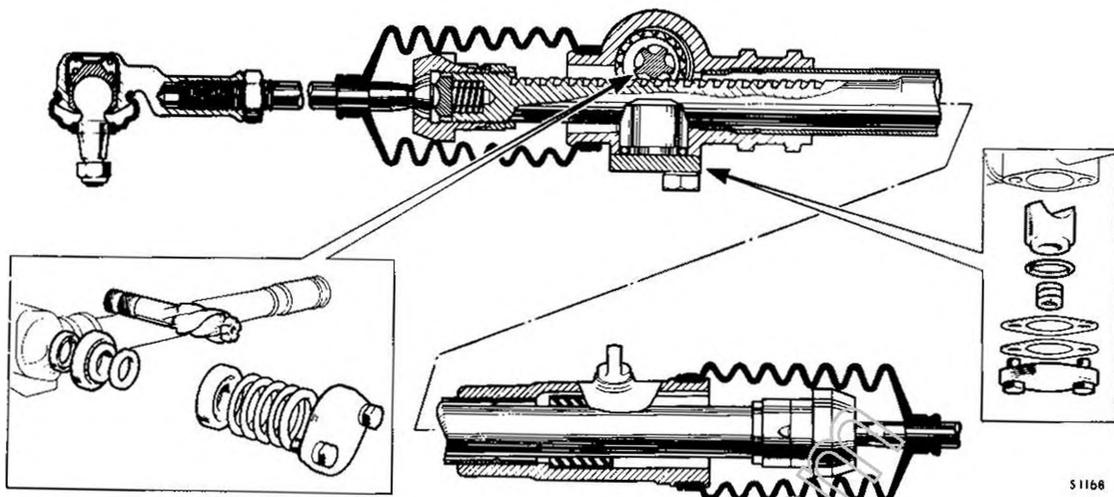

Fig. J.3
- (29) Prearico dei cuscinetti del pignone (Modelli Mk II) - Montare il pignone ed i cuscinetti come illustrato nella Figura J.3. Montare assieme alla rosetta distanziale rasamenti in numero tale da far registrare una luce di circa mm 0,25 tra la scatola della cremagliera ed il coperchio. Rimontare il coperchio e stringerlo leggermente. Misurare con spessimetro la luce A e ridurre i rasamenti di uno spessore uguale alla misura rilevata, diminuita di mm 0,05 - 0,13.
- (30) Con riferimento al punto 22: avvitare sino in fondo nell'asta della cremagliera la ghiera di bloccaggio della sede d'appoggio della testa sferica del tirante e rimontare la rosetta di sicurezza. Nei modelli sprovvisti di rosetta di sicurezza, montare una nuova ghiera. Rimontare la molla, la sede d'appoggio della testa sferica, il tirante e la calotta sferica e stringere quest'ultima sino a quando il tirante rimane bloccato. Allentare la calotta di un ottavo di giro e serrare la ghiera alla coppia prescritta. Piegare la rosetta di sicurezza nelle scanalature della calotta e della ghiera. Se non si ha rosetta di sicurezza, piegare il labbro della ghiera nelle scanalature della calotta e della cremagliera.
- (31) Prearico dell'appoggio della cremagliera (1° Tipo) - Rimontare l'appoggio con le molle a disco ma senza i rasamenti.
- (32) Prearico dell'appoggio della cremagliera (2° Tipo e modelli Mk II). - Montare l'appoggio ed il coperchio senza molla.